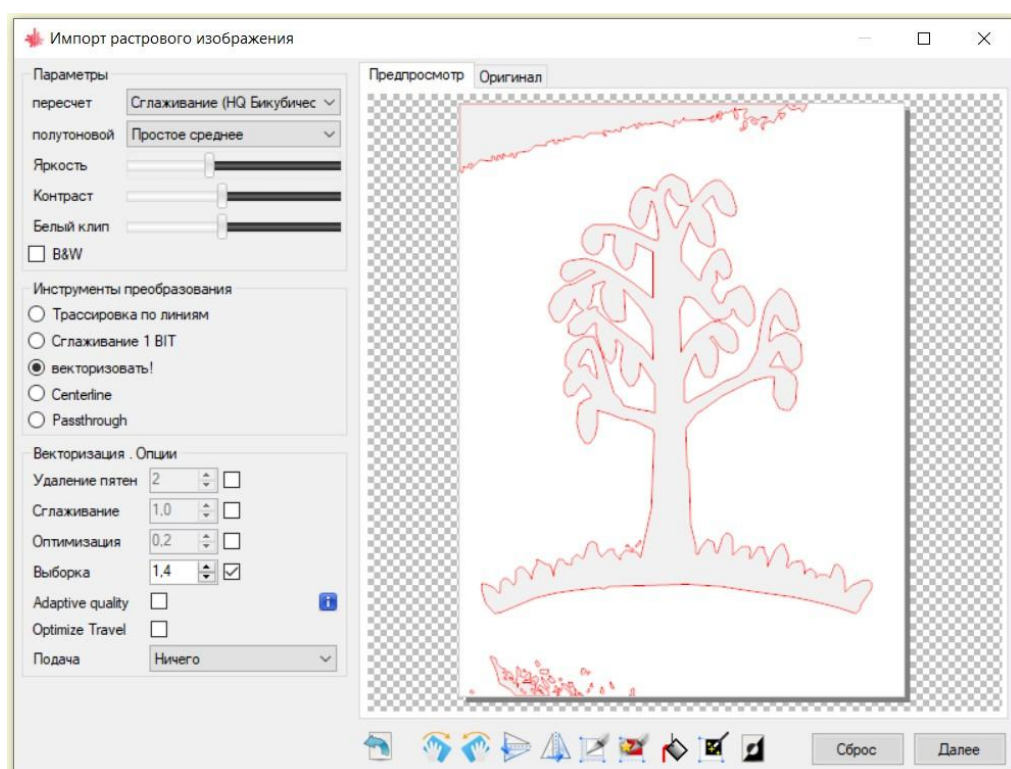

Рисунок 95 - Векторизация фото
7. Переключитесь в режим «векторизация», чтобы понять, что будет рисовать станок (рисунок 95).